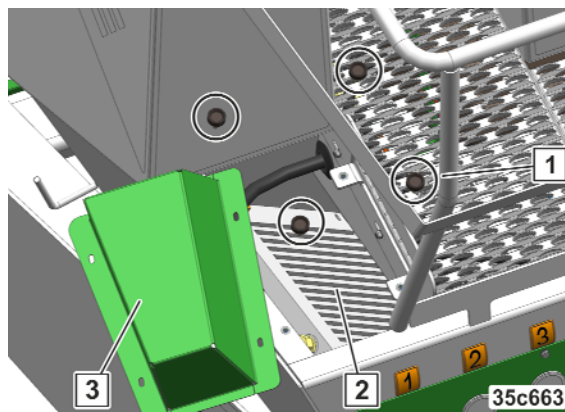

Bild 313
2. Rengöra fläktinsugsgallret (Bild 313/3).
3. Lossa och ta bort alla räfflade muttrar (Bild 313/1).
5. Rengör värmeväxlaren (Bild 313/2).